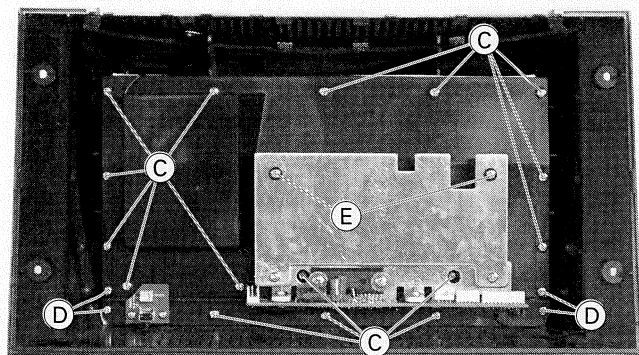

Fig. 3
- 16 lange Schrauben (C) (Fig. 3) herausdrehen.
- 4 kurze Schrauben (D) (Fig. 3) herausdrehen.
- 2 Schrauben (E) (Fig. 3) herausdrehen und Isoliernippel abnehmen.
- 4 kurze Schrauben an der Position (D) (Fig. 3) verwenden.
- Bei der Montage ist darauf zu achten, dass die 2 Abstandshalter auf der Lautsprecher-Abdeckung angebracht sind. Zusätzlich müssen die Schrauben (E) (Fig. 3) über Isoliernippel hineingeschraubt werden.
- Undo 16 long screws (C) (Fig. 3).
- Undo 4 short screws (D) (Fig. 3).
- Undo 2 screws (E) (Fig. 3) and remove the insulation sockets.
- Use 4 short screws at position (D) (Fig. 3).
- When reassembling take care that the 2 spacers are mounted at the woofer cover. Additionally screws (E) (Fig. 3) must be screwed in together with the insulation sockets.